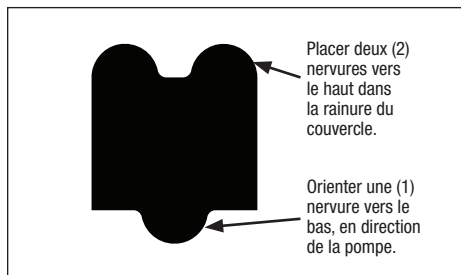

Figure 19. Coupe transversale du joint de couvercle
3. Insérer le joint dans la rainure du couvercle, les deux (2) nervures étant tournées vers l'intérieur de la rainure du couvercle et l'une (1) vers l'extérieur, en direction de la pompe. Voir la *Figure 19* pour une visualisation en coupe transversale.